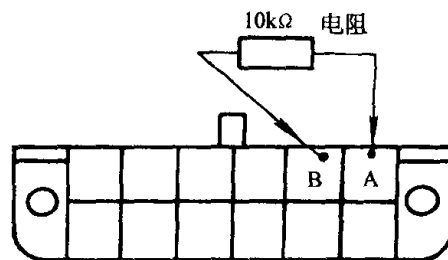

图 1-4 在 A、B 接头跨接 10kΩ 电阻
(2) 跨接 10k $\Omega$  电阻: 若在 A、B 脚之间, 跨接一个 10k $\Omega$  的电阻 (图 1-4), 电脑的设定功能如下: